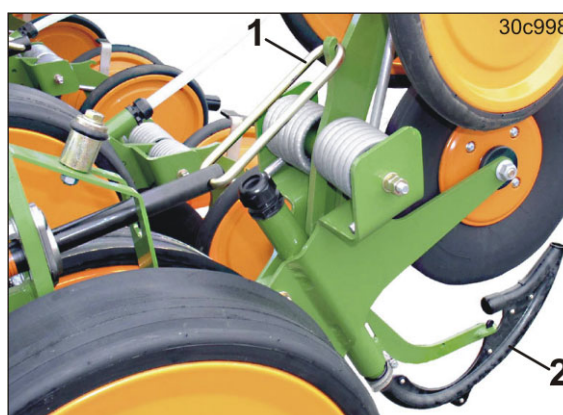

Рис. 271
4. Поднимите уплотняющие катки и зацепите за крючок (Рис. 271/1).
5. Устраните засорение в трубопроводе (Рис. 271/2) при необходимости снимите трубопровод для очистки.